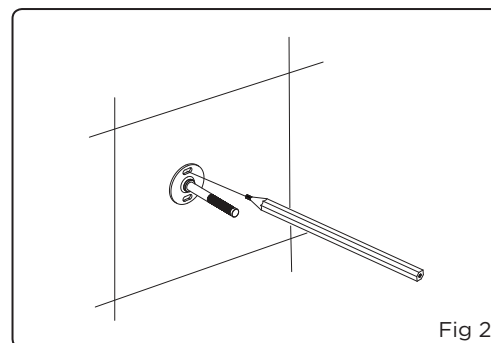

Fig 2
2. Locate where you want to install the slide bar. Use the top post as a template and mark locations on shower wall using pencil (Fig 2).
Déterminer l'endroit où sera installée la barre coulissante. Utiliser la fixation pour vous guider et marquer l'emplacement sur le mur de la douche avec un crayon à mine (fig. 2).
Determine dónde quiere instalar la barra. Use el montante como patrón y marque con lápiz sobre la pared el lugar donde desea instalarla. (fig. 2).